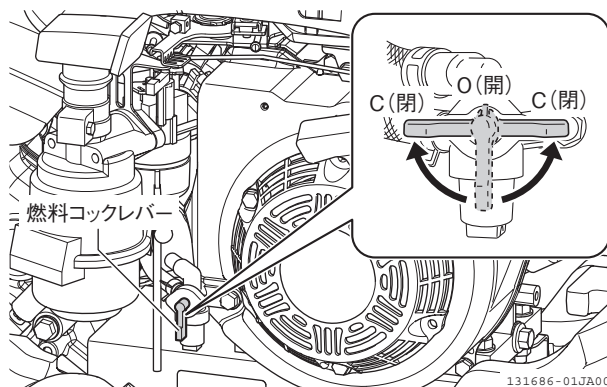

図 4-20 燃料コックレバー
1. 燃料コックレバーを「C (閉)」位置にします。(図 4-20)